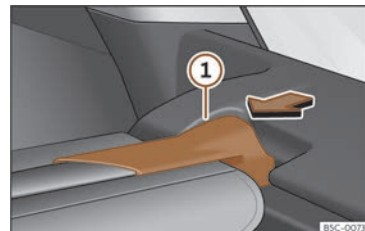

Fig. 122 Dans le coffre à bagages : démontage de la plage arrière.
»» **fig. 122** ① dans le sens de la flèche.
- Insérez le support de la plage arrière »» fig. 122 ① dans le logement de l'autre côté.